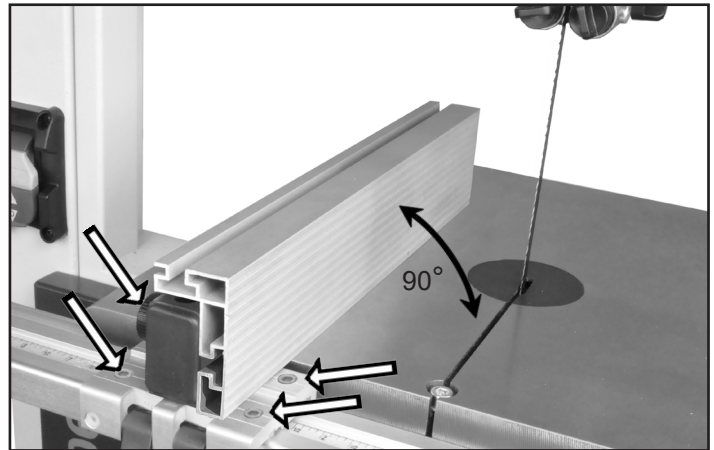

FIGURE 4 / IMAGEN 4
3. With the 3mm hex wrench, adjust the plastic hex screws (Fig. 4) clockwise to raise the Fence Carrier, counterclockwise to lower. Check alignment with the square and repeat steps as needed.
3. Avec la clé hexagonale de 3mm, ajustez les vis hexagonales de plastique (Fig. 4) en sens horaire pour soulever le porte-guide, ou en sens antihoraire pour l'abaisser. Vérifiez l'équerrage avec l'équerre et répétez les étapes au besoin.